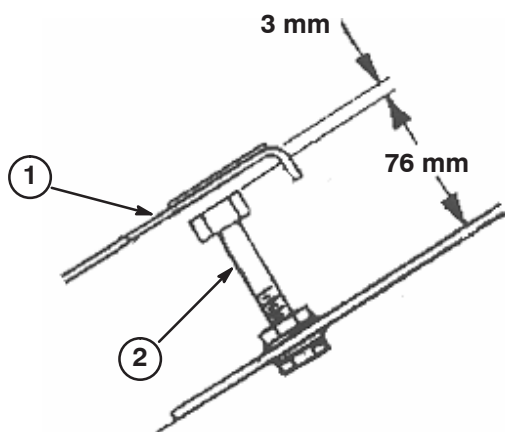

Bild 58
2. Lösen Sie die Sicherungsmuttern und stellen Sie die Anschlagsschraube des Fahrpedals auf eine Länge von 76 mm ein (Bild 58).